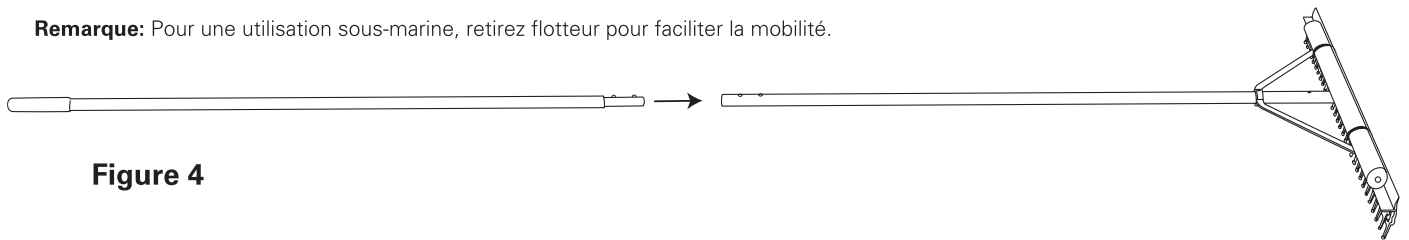

Figure 4
3. Appuyez sur les boutons pressions ouvertes à l'opposé et de l'épissure et faites glisser la poignée d'extension sur l'épissure. boutons -pression doivent verrouiller Extension Poignée en place lorsque les trous sont alignés. **(Voir la Figure 4)**